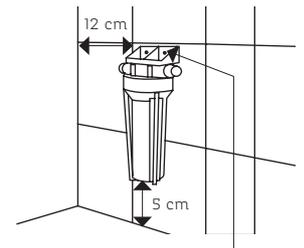

Figura 12.
1. Presenta el Purificador en el lugar que mejor elijas para su instalación (ver Figura 12).